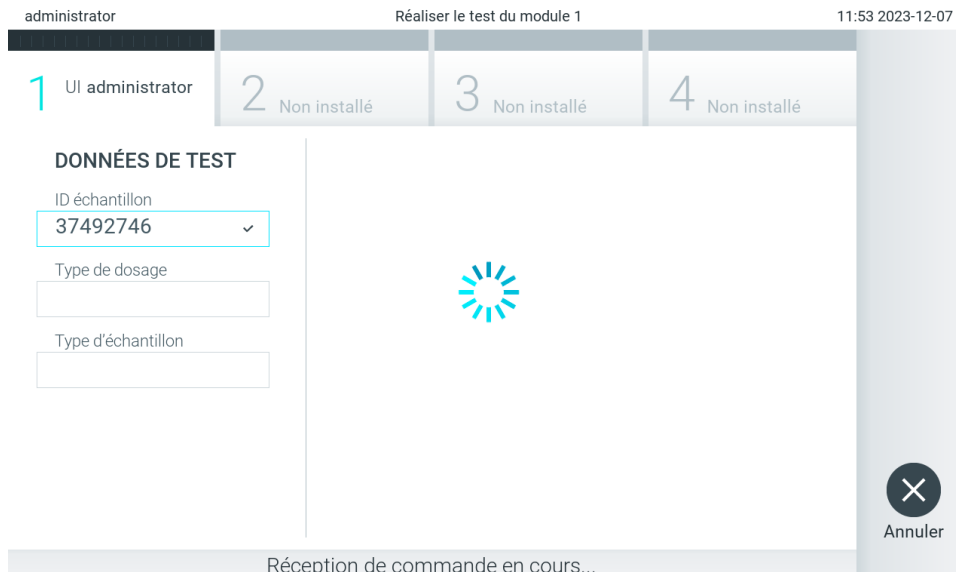

Figure 86. Affichage pendant la récupération d'une commande de test.
3. L'ID échantillon sera envoyé à l'hôte et alors que le QIAstat-Dx Analyzer 2.0 attend une commande de test, le message « Getting order... » (Réception de commande...) s'affiche (figure 86).